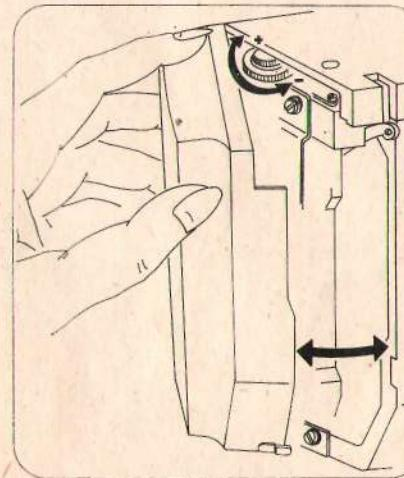

рис. 17
15. Открытие фронтовой крышки и установление нажима лапки (рис. 17)